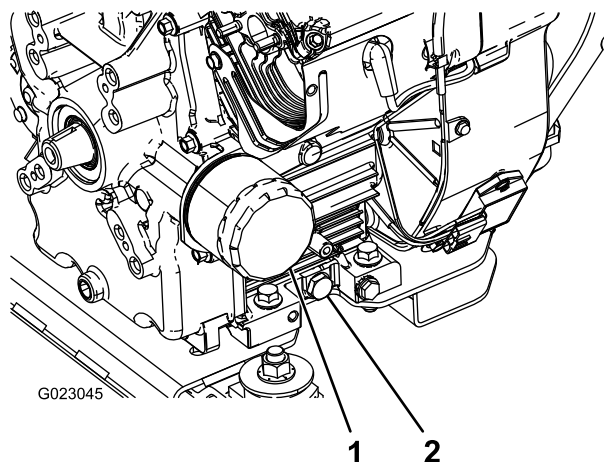

Figura 38
5. Retire o tampão de escoamento (Figura 38).
2. Retire o filtro do óleo (Figura 38).
5. Coloque o filtro de substituição no adaptador do filtro. Rode o filtro de óleo no sentido dos ponteiros do relógio até que a junta de borracha toque no adaptador do filtro e, em seguida, aperte o filtro mais 1/2 volta (Figura 38).